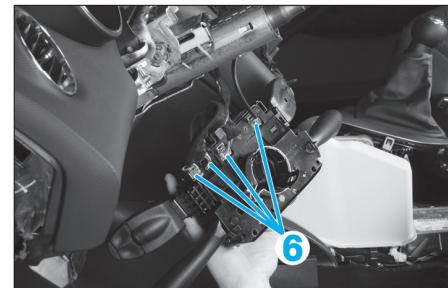

Fig. 7
- Débrancher les connecteurs (6) (Fig.7).